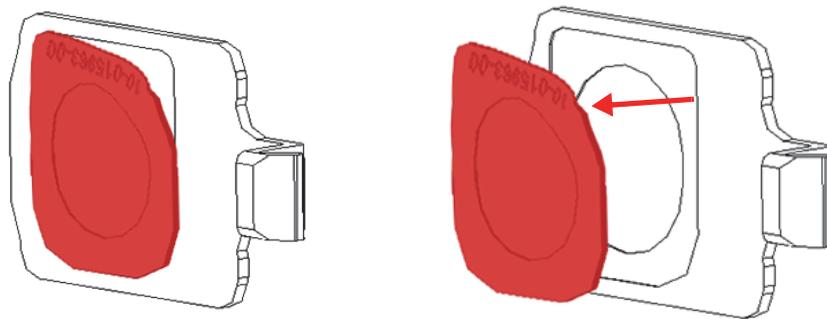

Рис. 4-6 Снятие окна (пленки)
- ◆ Возьмитесь за угол пленки и осторожно снимите ее с рамки окна (Рис. 4-6 на стр. 66).